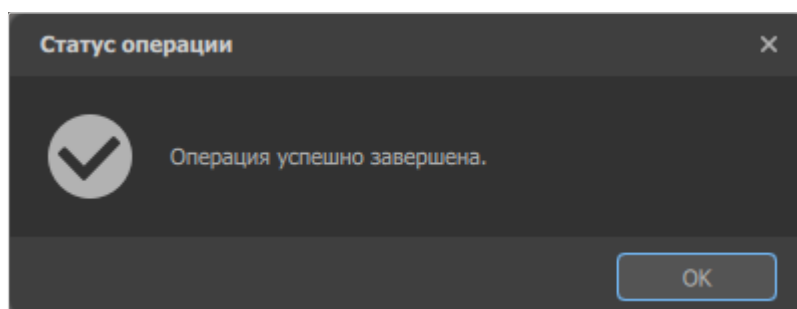

Рисунок 124. Окно уведомления о создании примитивов
- 3) Отобразится окно, уведомляющее об успешном создании графических объектов (см. рисунок 124)